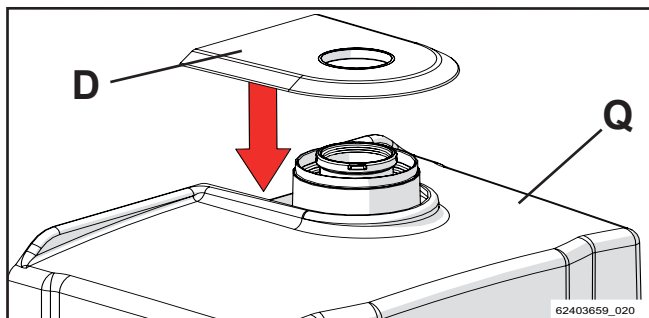

Figura 5-44
- 9 - Applicare la guarnizione anti-pioggia "D" sulla copertura "Q" come mostra la figura 5-44;